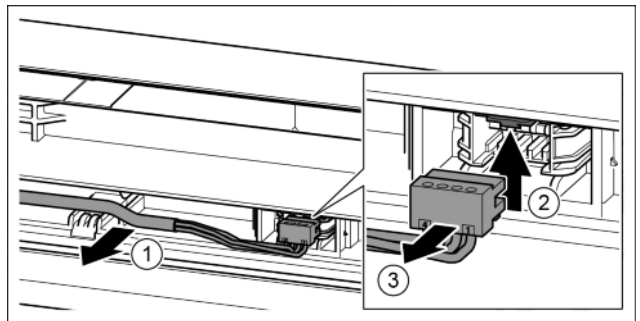

Fig. 24
- ▶ Grijs kabel voorzichtig uit de geleiding in de deur losmaken. Fig. 24 (1)
- ▶ Las naar boven duwen. Fig. 24 (2)
- ▶ Stekker voorzichtig eruit trekken. Fig. 24 (3)